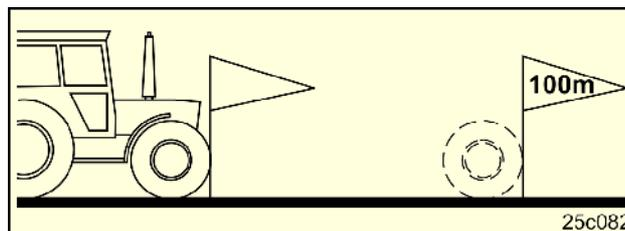

Fig. 24
- Medir sobre el campo un recorrido de medición de exactamente 100 m. Marcar el punto inicial y el final del recorrido de medición (Fig. 24).